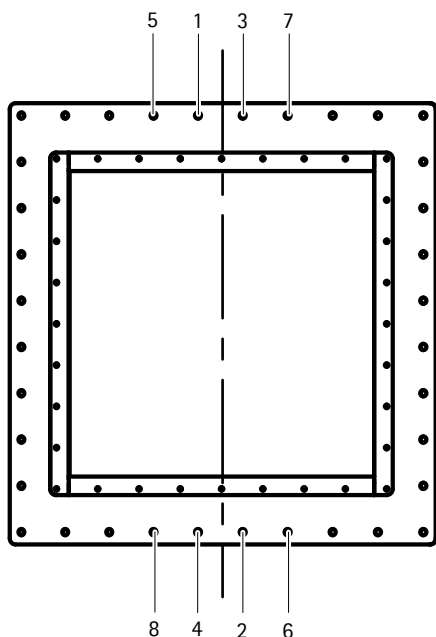

fig. 6: Schéma de vissage
- Marquer le trou 1 (voir fig. 6: Schéma de vissage).
- Serrer la rondelle et les écrous en croix **avec 110 Nm** (fig. 6). Commencer en haut à visser la plaque tour à tour de l'intérieur vers l'extérieur afin qu'il soit possible de tirer la plaque voûtée vers la paroi de façon symétrique.